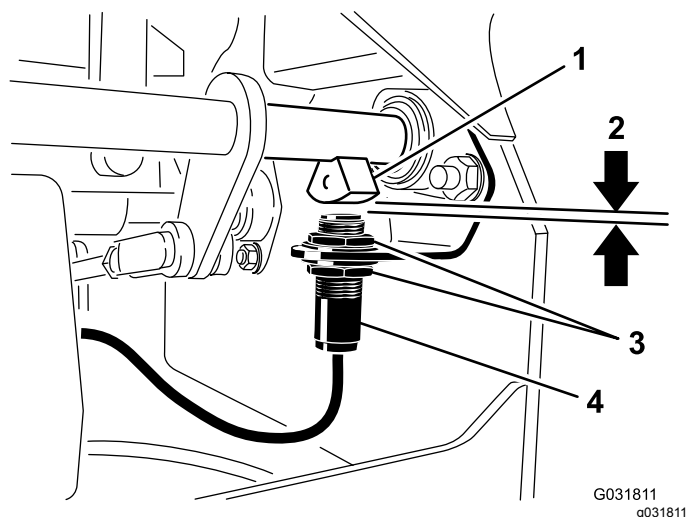

Figura 45
4. Desloque o interruptor para cima ou para baixo no suporte até que a distância entre o sensor do eixo do travão e o êmbolo do interruptor seja de 4 mm, como se mostra na Figura 45.